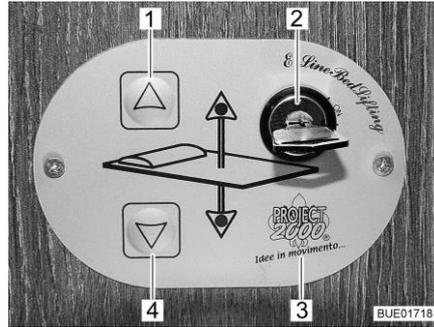

Fig. 73 Commande
Commande Les touches (Fig. 73,1 et 4) sur l'unité de commande (Fig. 73,3) permettent d'abaisser ou de relever le lit escamotable. L'interrupteur à clé (Fig. 73,2) permet de protéger l'unité de commande contre toute utilisation non autorisée.
- Tourner la clé de 90° dans le sens des aiguilles d'une montre dans l'interrupteur à clé (Fig. 73,2) sur la position "On". L'unité de commande (Fig. 73,3) est activée.
- Appuyer sur la touche fléchée (Fig. 73,4) et la maintenir pressée jusqu'à ce que le lit escamotable ait atteint la position désirée vers le bas.
- Appuyer sur la touche fléchée (Fig. 73,1) et la maintenir pressée jusqu'à ce que le lit escamotable ait atteint sa position finale supérieure.